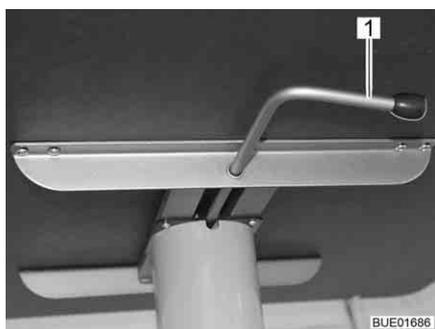

Fig. 83 Mesa elevadora
- Girar la palanca de bloqueo (Fig. 83,1) hacia la izquierda. El bloqueo del mecanismo de elevación está abierto.
- Girar la palanca de bloqueo (Fig. 83,1) hacia la derecha (Fig. 83). El mecanismo de elevación está bloqueado.
- Girar la palanca de bloqueo (Fig. 83,1) hacia la izquierda. El bloqueo del mecanismo de elevación está abierto. El tablero de la mesa se desplaza hacia arriba hasta el tope.
- Girar la palanca de bloqueo hacia la derecha (Fig. 83). El mecanismo de elevación está bloqueado.